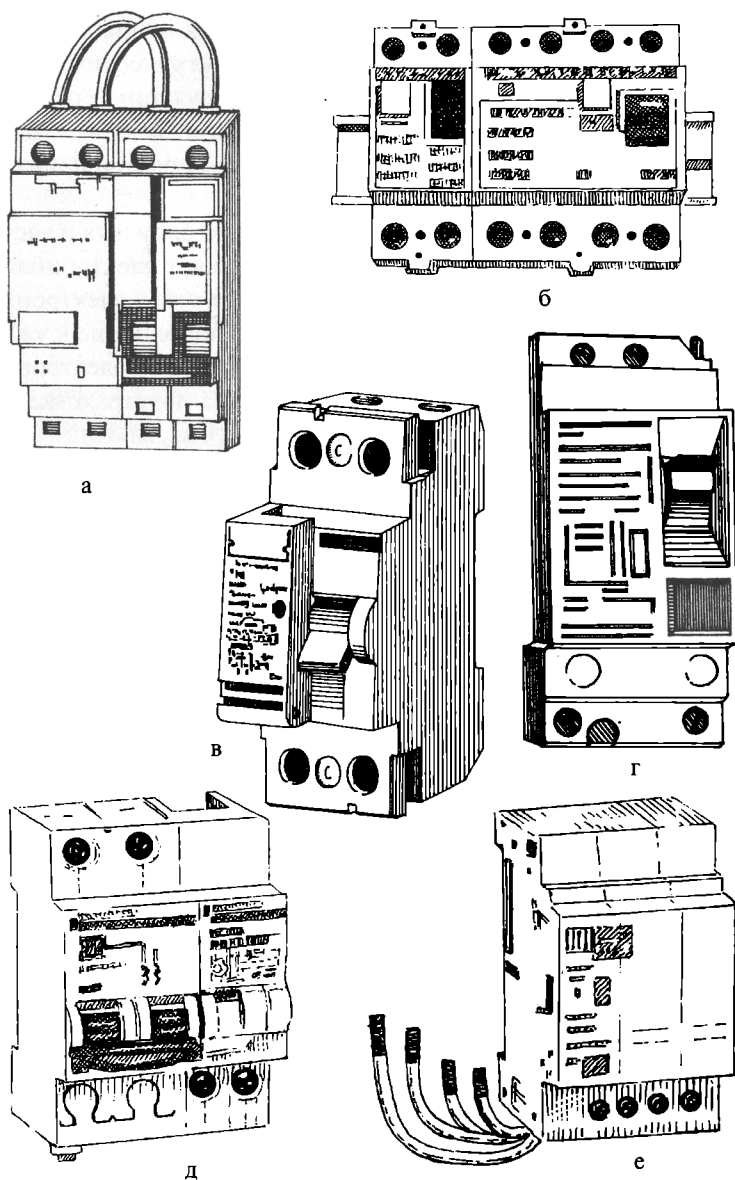

Рис. 13. Некоторые модели УЗО: а — «УЗО-2000»; б — «АСТРО УЗО»; в — «F 360»; г — «NFI 5SZ 3227»; д — «С 60 Vigi»; е — «DX/D40»
- выбор типа УЗО (рис. 13).
ОАО «Технопарк-Центр» производит по австрийской лицензии электромеханическое устройство «АСТРО УЗО» (рис. 13, б). Оно разрешено для применения в жилых, общественных и производственных зданиях, имеет сертификат соответствия. «АСТРО УЗО» сохраняет работоспособность при любых колебаниях и даже при отсутствии напряжения в сети, например, при обрыве нулевого или фазного проводников. Семейство «АСТРО УЗО» насчитывает 9 модификаций, отличающихся друг от друга количеством полюсов (двух- и четырехполюсные), параметрами номинального тока (16, 25, 40 и 63 А) и номинального отключающего тока (30 и 100 мА). Срок службы «АСТРО УЗО» — не менее 10 лет, ресурс — 4000 электрических и 10 000 механических циклов.
В ОАО «НИИ Проектэлектромонтаж» в комбинации с автоматическим выключателем производится электронное «УЗО-2000» (рис. 13, а). Особенность этого УЗО — способность сохранения работоспособности при кратковременных (до 5 секунд) провалах напряжения до 50% от номинального. Этот режим возможен при коротких замыканиях на время срабатывания системного АВР (устройство автоматического ввода резерва). Коммутационная износостойкость «УЗО-2000» — 20 000 циклов.
Фирма АВВ предлагает устройства «F 360» (рис. 13, в), «F 370», «DS 640/DS 650», «DS 652» и «DS 654». Широкий выбор УЗО предлагает концерн Siemens. В его каталогах десятки устройств, разнообразие которых может удовлетворить любые требования покупателей. Наиболее популярная модель — двухполюсное УЗО «NFI 5SZ 3227» (рис. 13, г).
Французская фирма Merlin-Gerin, входящая в промышленную группу SCHNEIDER, выпускает УЗО «DPN N Vigi», «C 60 Vigi» (рис. 13, д), «Vigi NC 100», «C 60», «NC 100» и «NC 125». Еще одна французская фирма Legrand поставляет в Россию УЗО типа «DX/D40» (рис. 13, е) двух- и четырехполюсное.